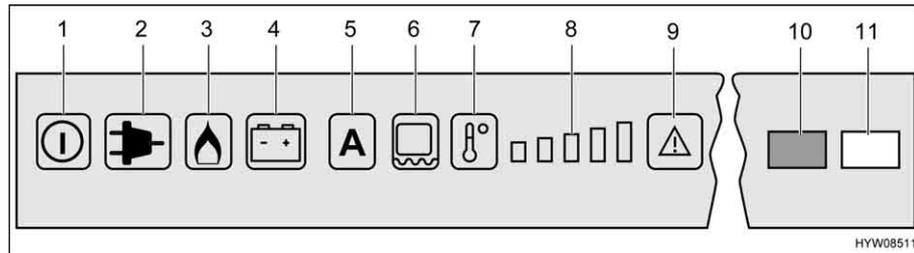

Fig. 194 Elementos de mando para el frigorífico (Dometic RMD)
Si está ajustado el modo de funcionamiento "AES", no está conectada **nninguna** alimentación de 230 V y el motor del vehículo está **desconectado**, el AES seleccionará el suministro de gas. Al seleccionar el suministro de gas se abre automáticamente el seguro de encendido, de forma que puede fluir gas hacia el quemador. Simultáneamente se conecta el encendedor electrónico. Si se apaga la llama de gas, p. ej. debido a un golpe de viento, el encendedor se activa inmediatamente y enciende de nuevo el gas. En caso de avería en el funcionamiento a gas, los botones luminosos "Gas" (Fig. 194,3) y "Avería" (Fig. 194,9) estarán parpadeando. La luz de control "Avería" (Fig. 194,10) estará encendida, y sonará una alarma acústica durante 20 segundos.
Una vez conectado, el frigorífico selecciona automáticamente el ajuste medio del termostato. Este ajuste puede modificarse manualmente con la tecla de selección de grados de temperatura (Fig. 194,7). Las luces de control (Fig. 194,8) indican el ajuste seleccionado del termostato. Con la tecla de selección de grados de temperatura se ajusta la temperatura de refrigeración para los tres tipos de energía. Pasan algunas horas hasta que el frigorífico alcanza la temperatura de servicio normal. Al conmutar el modo de funcionamiento se mantiene el ajuste del termostato. La temperatura de refrigeración se mantiene independientemente del tipo de energía.
- Conectar la calefacción de marco por un período de 2 horas: Pulsar la tecla (Fig. 194,6) una vez. Estará encendida una barra de la visualización de niveles de temperatura (Fig. 194,8).
- Conectar la calefacción de marco por un período de 5 horas: Pulsar la tecla (Fig. 194,6) dos veces. Estarán encendidas dos barras de la visualización de niveles de temperatura (Fig. 194,8).
- Ajustar la calefacción de marco en funcionamiento continuo: Pulsar la tecla (Fig. 194,6) tres veces. Estarán encendidas tres barras de la visualización de niveles de temperatura (Fig. 194,8).
La visualización de niveles de temperatura (Fig. 194,8) visualizará el tiempo de funcionamiento de la calefacción de marco por algunos segundos.
En caso de alta temperatura exterior y un gran índice de humedad atmosférica, se pueden formar gotas de agua en el marco metálico del compartimento congelador. Por este motivo, el frigorífico está equipado con una calefacción de marco en el compartimento congelador. En caso de altas temperaturas y un índice alto de humedad atmosférica, conectar la calefacción de marco con la tecla (Fig. 194,6). De esta manera se evita la corrosión. Si está conectada la calefacción de marco, estará encendido el botón luminoso (Fig. 194,6).
- Pulsar la tecla On/Off (Fig. 194,1) por aprox. 2 segundos. El frigorífico se conectará, se visualizará el tipo de energía ajustado más recientemente o "AES".
- Ajustar la temperatura de refrigeración con la tecla de selección de grados de temperatura (Fig. 194,7). Las luces de control (Fig. 194,8) indican el ajuste seleccionado del termostato.
- Pulsar la tecla On/Off (Fig. 194,1) por aprox. 2 segundos. El frigorífico se desconectará, ya no estará encendido ningún visualizador.